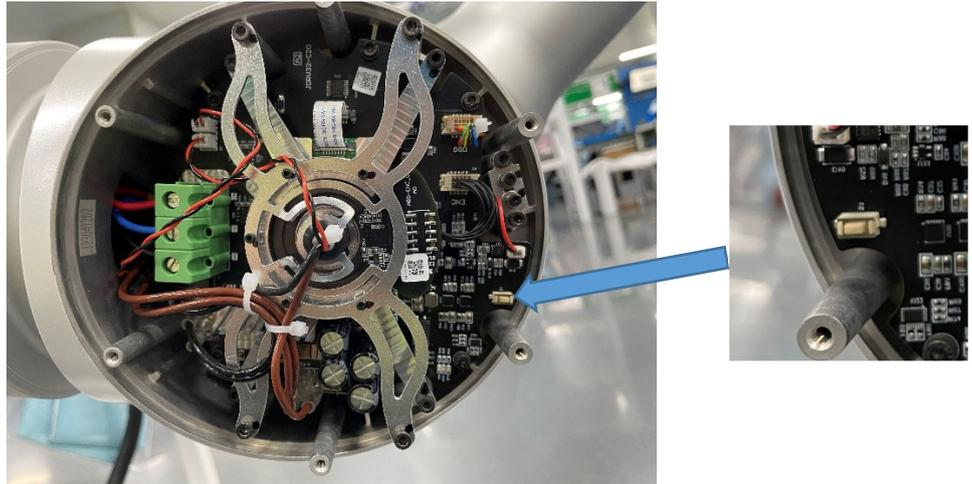

图3-6 白色按钮
- 轻按白色按钮松开，闪烁灯闪烁，闪烁次数为关节的号码数，如图 3-6 所示：